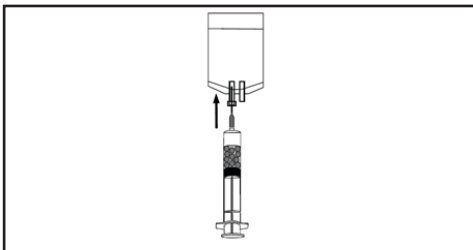

Figura 7.
- 1.4 Mantenendo la siringa in posizione verticale e facendo attenzione a non disturbare le microsfere depositate, inserire un ago con filtro sterile nella siringa di prodotto. Inserire l'ago con filtro in un contenitore per i rifiuti e, con l'ago rivolto verso l'alto, espellere la soluzione di trasporto finché non rimane una piccola quantità (1 ml o meno) di soluzione nella siringa del prodotto. Non comprimere le microsfere lasciando un sottile strato di soluzione di trasporto che copra le microsfere. (Figura 7)